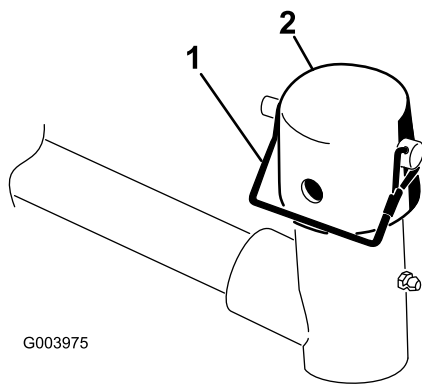

**Figura 9**
**Importante:** En las unidades de corte N° 4 (delantera izquierda) y N° 5 (delantera derecha) (Figura 7), utilice las tuercas de montaje del soporte de la varilla para instalar las guías de los manguitos en la parte delantera de las pestañas de la unidad de corte (Figura 8). Las guías de los manguitos deben estar inclinadas hacia la unidad de corte central (Figura 8 y Figura 9).